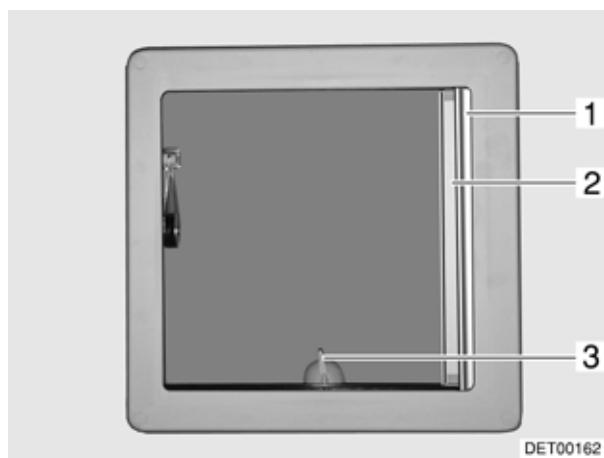

Fig. 44 Oblò inclinabile
- Per posizionare l'oblò inclinabile girare la leva (Fig. 44,3) in senso antiorario di un quarto di giro e spingere l'oblò inclinabile verso l'alto.
- Girare la leva (Fig. 44,3) in senso orario di un quarto di giro.
- Tirare la tendina oscurante pieghevole (Fig. 44,1) in direzione della freccia fino alla posizione desiderata e rilasciare. La tendina oscurante pieghevole rimane in questa posizione.
- Tirare la zanzariera a rullo (Fig. 44,2) nella direzione della freccia fino a quando non scatta il bloccaggio dalla parte opposta.